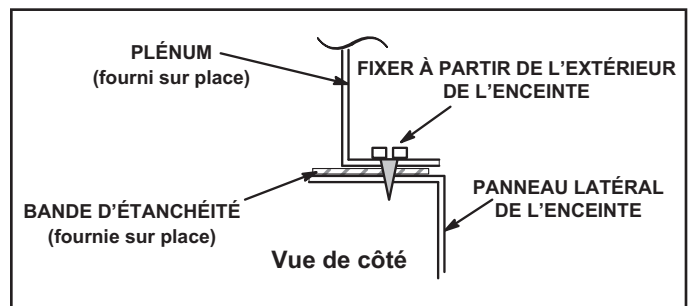
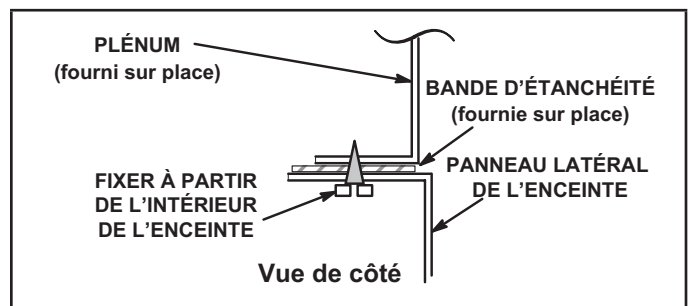

Figure 17
Figure 18
- 1 - Le bord inférieur du plénum doit être rabattu pour former un rebord (voir Figure 17 ou Figure 18).